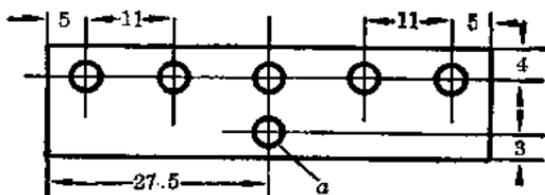

图 6
6. 接线板：在  $55 \times 14 \times 1(\text{mm})^2$  的有机玻璃上打孔，如图 6 所示，做两个。用薄铁片做两个固定连接片，见图 7。把
一端用螺钉固定在图 6 a 上。孔的大小视螺钉大小而定。